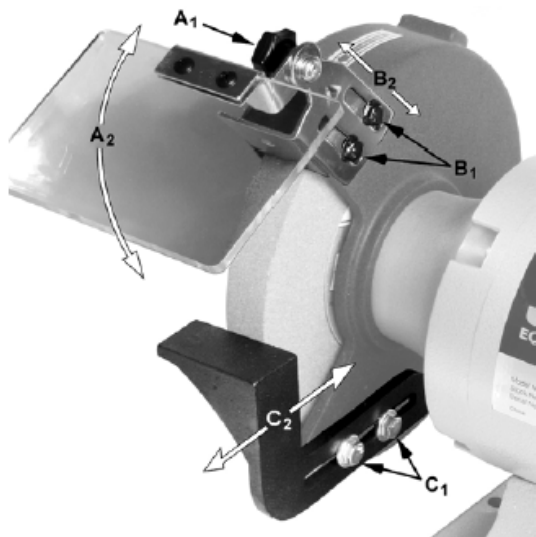

Рис.3
1. Ослабьте винты (A_1 , *Рис. 3*).
2. Установите экран для защиты глаз на необходимый угол (A_2 , *Рис. 3*).
1. Ослабьте винты (B_1 , *Рис. 3*).
2. Переместите искрогаситель на расстояние 4 мм от поверхности шлифовального круга (B_2 , *Рис. 3*).
3. Затяните винт (B_1 , *Рис. 3*).
1. Ослабьте винты (C_1 , *Рис. 3*) при помощи 12 мм гаечного ключа.
2. Переместите подручник (C_2 , *Рис. 3*) на расстояние 4 мм от шлифовального круга.
3. Затяните винты (C_1 , *Рис. 3*).